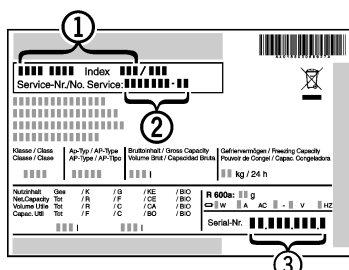

Fig. 12
- ▶ Consultar a identificação do aparelho Fig. 12 (1), nº de serviço Fig. 12 (2) e nº de série Fig. 12 (3) na placa de características. A placa de características está localizada no interior do aparelho, do lado esquerdo.
- ▶ Informar o serviço de assistência ao cliente e comunicar o tipo de falha, identificação do aparelho Fig. 12 (1), nº de serviço Fig. 12 (2) e nº de série Fig. 12 (3).